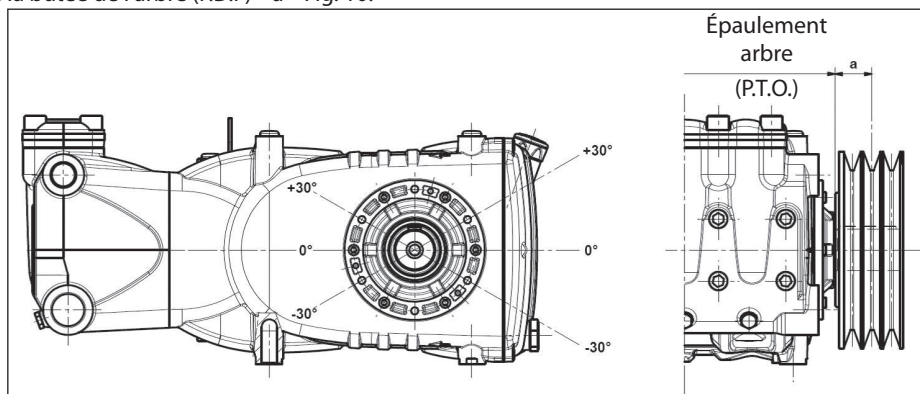

Fig. 10
La transmission est considérée appropriée si une telle charge est appliquée à une distance maximum de $a = 50$ mm de l'épaulement de l'arbre (P.T.O) comme l'indique la Fig. 10.
- b) Utiliser des courroies à haut rendement - par exemple **XPB** au lieu de **SPB** - car il sera nécessaire d'avoir une quantité inférieure de courroies égales à la puissance transmise et par conséquent une distance inférieure de la résultante par rapport à la butée de l'arbre (P.D.F) « a » Fig. 10.